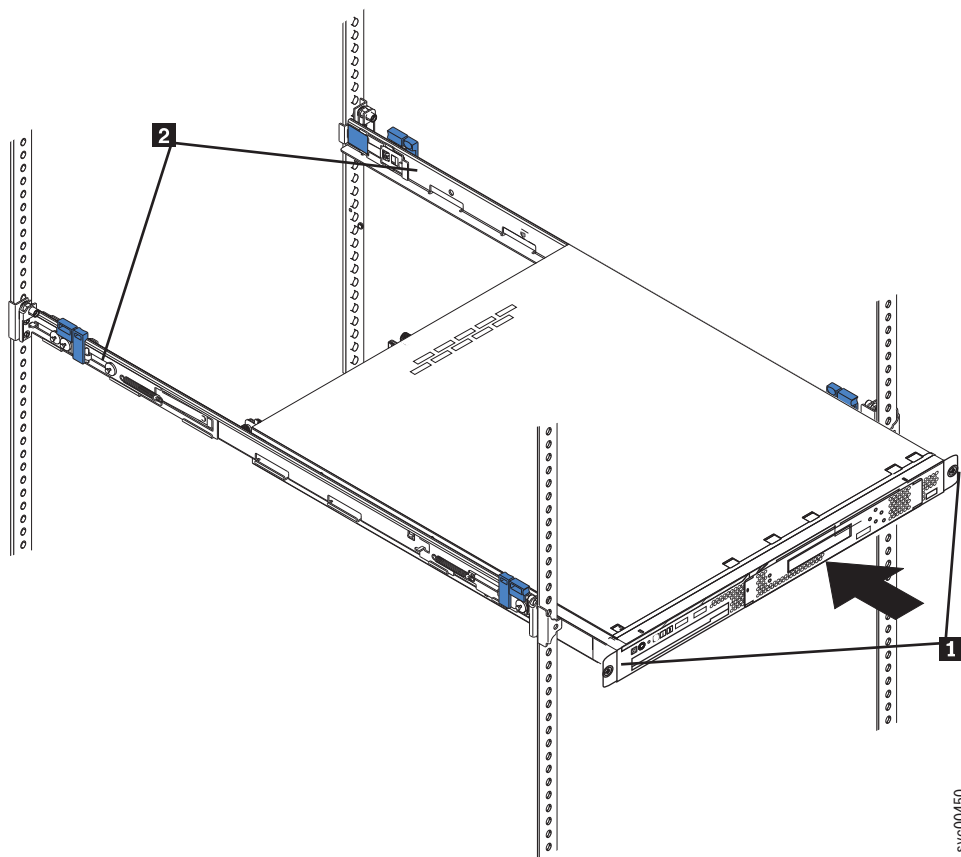

図 34. ノードと輸送用ブラケットを固定する拘束つまみねじ
3. ノードを前面マウント・フランジに固定する拘束つまみねじ (59 ページの図 34 の **1**) を緩めます。